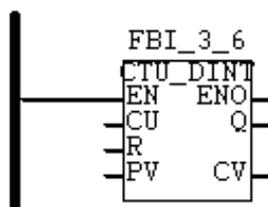

Рис. 2. Функциональный блок STU
**Элементарные функциональные блоки.** Пример функционального блока STU показан на рис. 2.